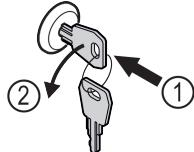

Fig. 208
- 按入钥匙。Fig. 208 (1)
- 将钥匙逆时针转动 90°。Fig. 208 (2)